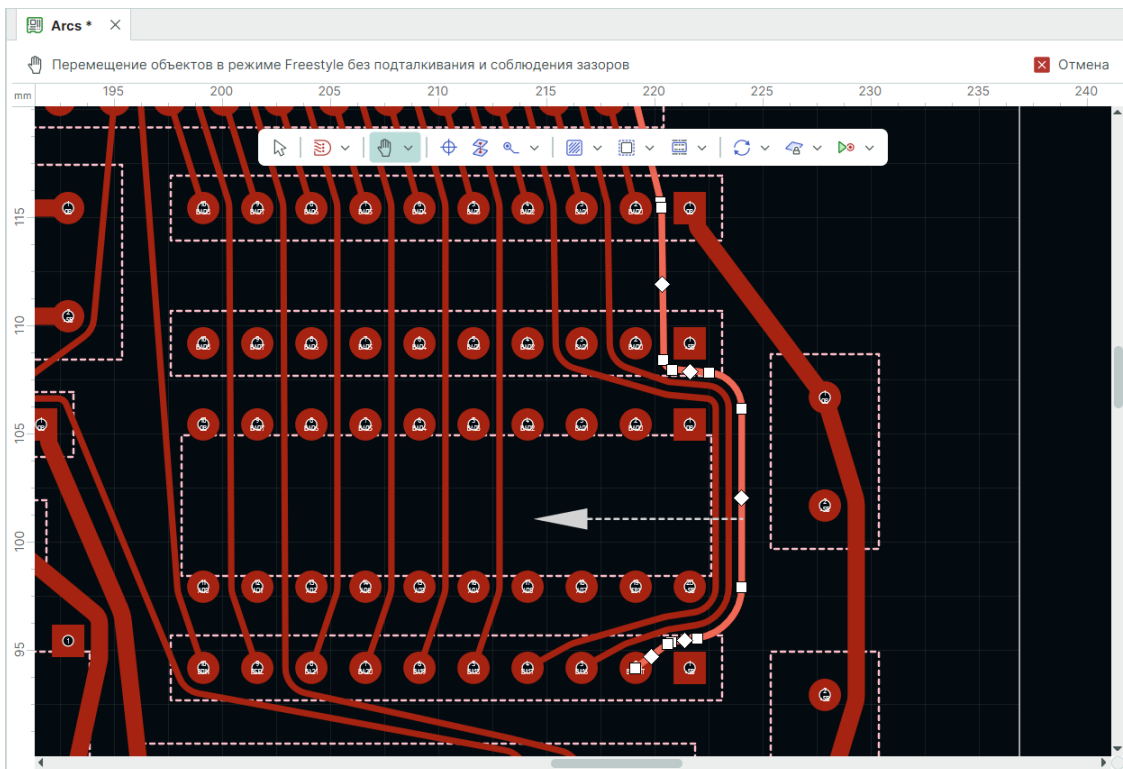

Рис. 410 Определение вектора перемещения проводника в режиме Freestyle
1.2. Выберите точку на проводнике и направление вектора перемещения, см. Рис. 410.